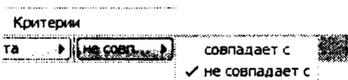

Рисунок 98
2. Вторая – содержит два значения **совпадает с** и **не совпадает с**. Значение **совпадает** выведет в смету все элементы, совпадающие с выбранными критериями. Кнопка **не совпадает с** выведет в смету данные, противоположные тем, которые были введены в критериях (рис. 98).